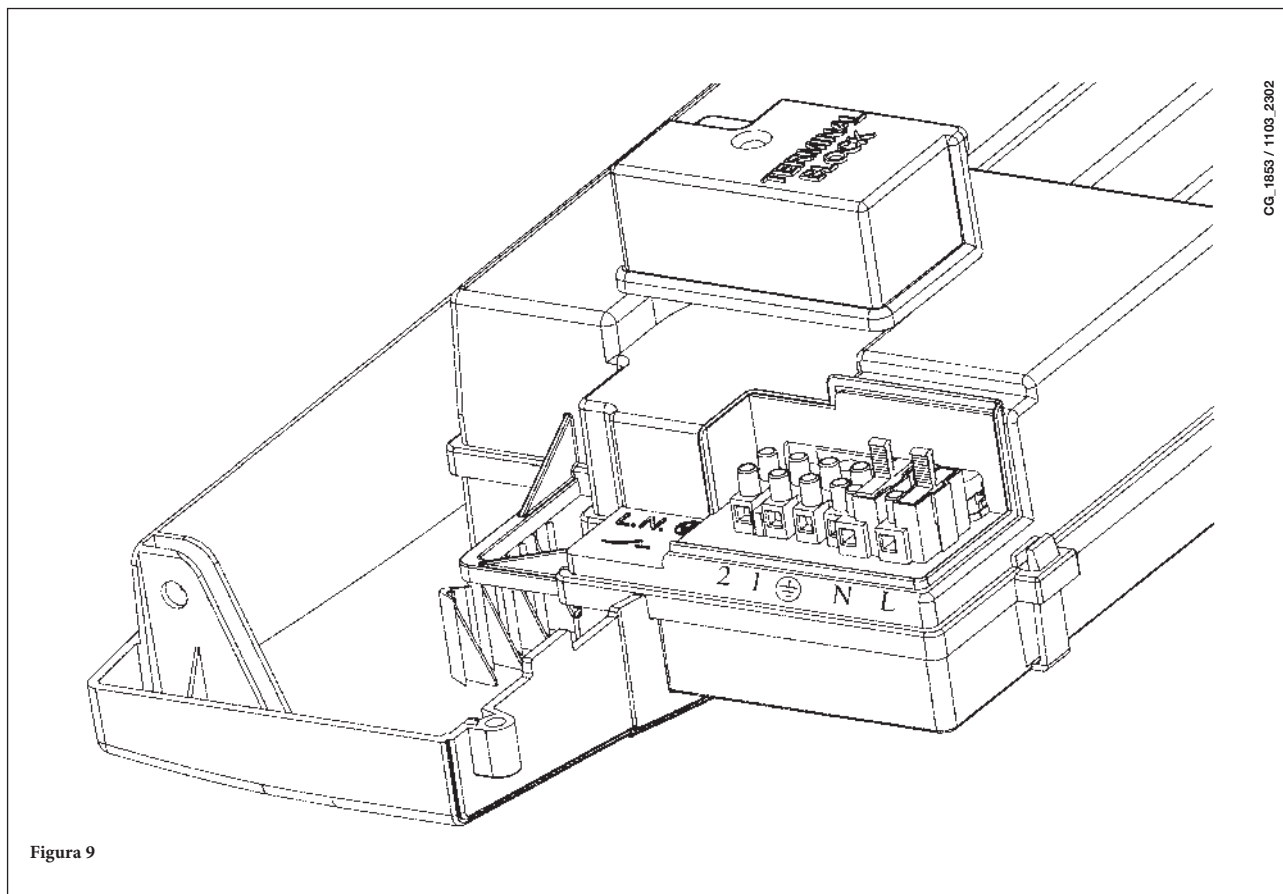

Figura 9
- îndepărtați capacul pentru a avea acces la zona conexiunilor electrice (figura 9).
- accedeți la placa de borne de alimentare (figura 9) conform descrierii de la capitolul precedent;
- îndepărtați puntea existentă pe bornele (1) și (2);